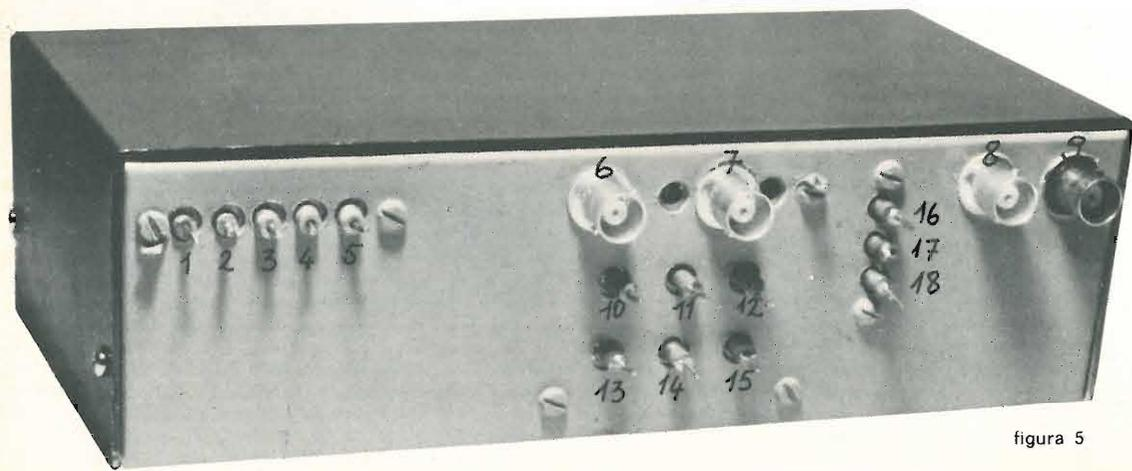

figura 5
I collegamenti da e per i filtri sono fatti con cavo schermato RG58: attenzione alla lunghezza che non deve essere tale da far superare la capacità di 30 pF richiesta dalle specifiche dei filtri usati, come da tabella I. Tutti i collegamenti relativi alle linee CAG e BF sono in cavetto schermato per BF. Sul pannello posteriore (figura 5) sono montate le prese BNC per gli ingressi dal mixer (9), dai modulatori a 9 MHz (8) e le uscite FI al TX (6) e SSB al modulatore bilanciato (7). Sono visibili, inoltre, le prese (costituite da condensatori passanti) per tutte le altre funzioni indicate sullo schema di figura 1.